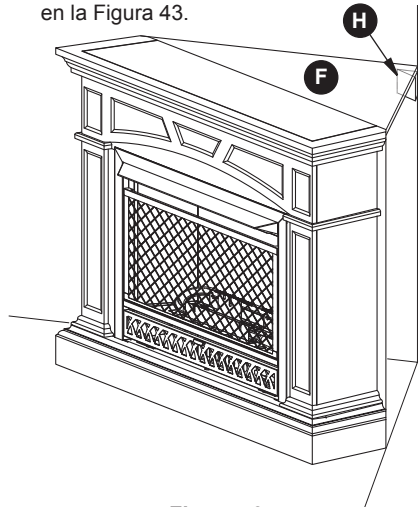

Figura 43
15. Presione chimenea en la esquina para que el panel superior del triángulo (F) esté en reposo en la parte superior del soporte escuadra (H), como se muestra en la Figura 43.